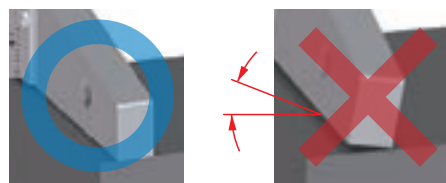

図5
- しっかりと基準面を測定対象物に密着させた状態で、測定してください。（図5）